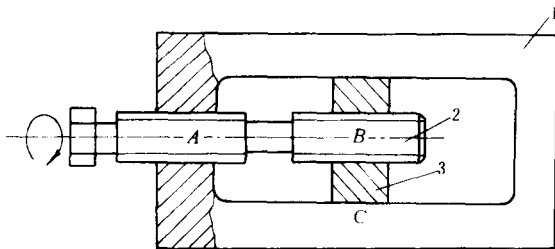

图 3-3
3. 图 3-3 所示螺旋机构中, 1 为机架, 2 为螺杆, 3 为滑块。A 处螺纹为左旋, 导程 $l=5\text{mm}$; B 处螺旋副为右旋, 导程 $l=6\text{mm}$; C 处为移动副。当螺杆沿箭头所示方向旋转 10° 时, 求滑块的移动距离及移动方向。